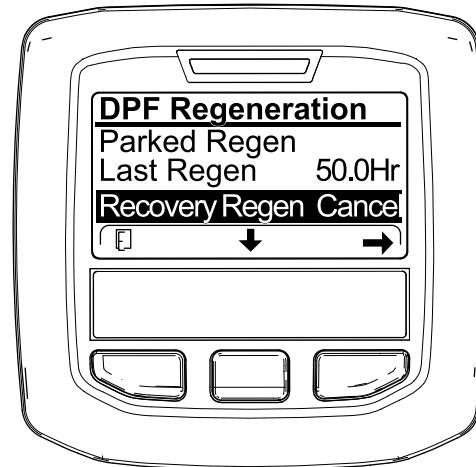
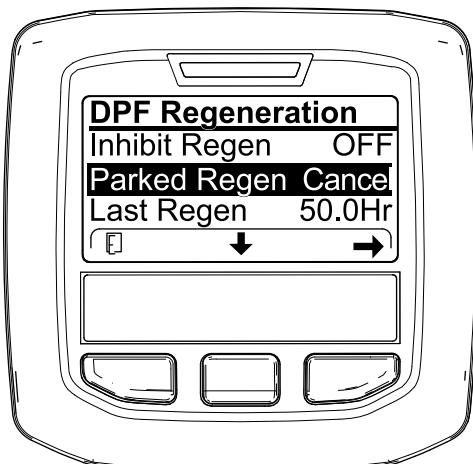

Figure 64
Figure 63
3. Appuyez sur le bouton droit pour sélectionner l'option Regen Cancel (Figure 63 ou Figure 64).
2. Appuyez sur le bouton central pour naviguer jusqu'à l'option PARKED REGEN CANCEL (Figure 63) ou RECOVERY REGEN CANCEL (Figure 64).